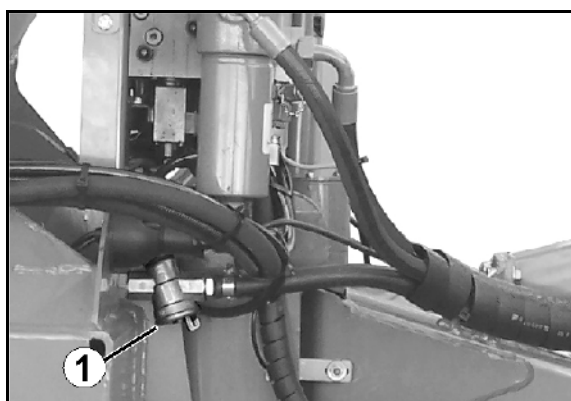

Рис. 122
1. Сомкните замок (Рис. 122/1) на обеих планках.